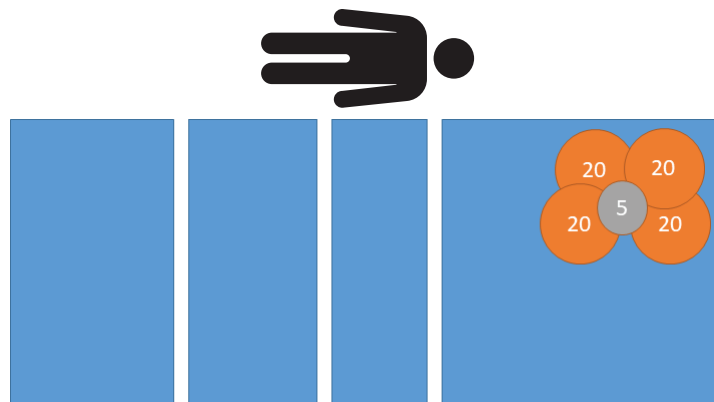

Figura 16 – Prueba de excentricidad - 85 kg en la cabeza derecha
4. Con ayuda de pesos calibrados, coloque 85 kg en la cabeza, derecha del producto (Figura 16).